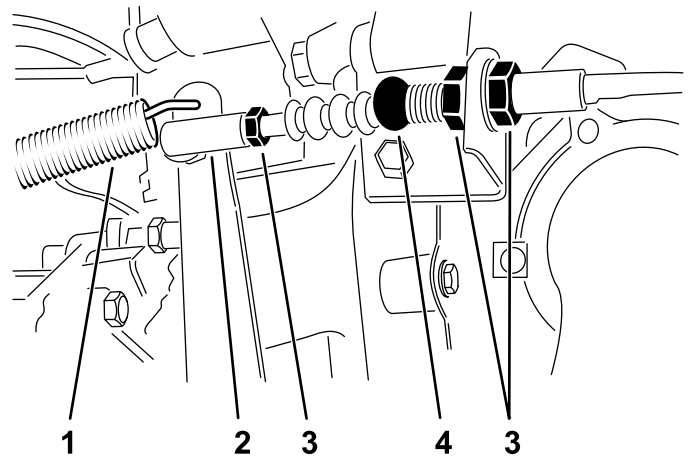

Figure 61
1. Desserrez les écrous de blocage qui fixent le câble d'embrayage au support sur le carter d'embrayage (Figure 61).